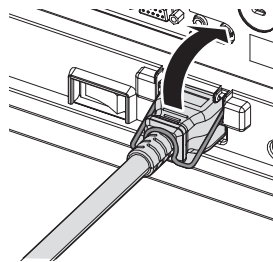

Fig. 1
- 2) Sollevare il supporto del cavo di alimentazione che fissa il cavo di alimentazione. (Fig. 1)